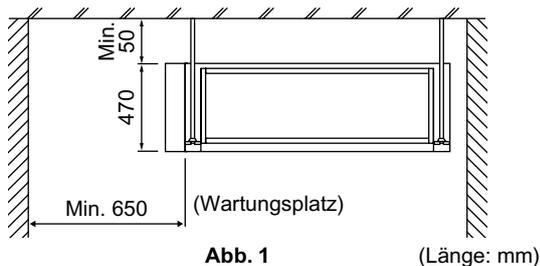

Abb. 1 (Länge: mm)
- (1) Wählen Sie einen Installationsort, wo die folgenden Bedingungen erfüllt sind, und der vom Kunden genehmigt wurde.
- Wo ausreichender Platz für Wartung und Service sichergestellt werden können. **(Siehe Abb. 1)**